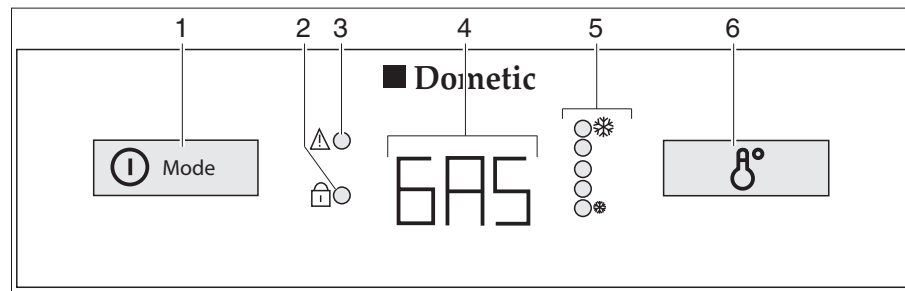

Bild 270 Reglage, knappar för kylskåpet (Dometic 8-serie med AES)
Vid störningar blinkar LED-indikatorn störning "⚠" (Bild 270,3).
Om 230 V-försörjningen **inte** är ansluten och fordonets motor är **avstängd**, väljer AES driftläget gasdrift. När gasdriften väljs öppnas tändsäkringen automatiskt så att gas kan strömma till brännaren. Samtidigt tillkopplas den elektroniska tändaren. Om gaslågan skulle slockna, t. ex. på grund av att det blåser, aktiveras tändaren direkt igen och tänder gasen. Vid störning i gasdriften blinkar texten "GAS" i driftindikeringen (Bild 270,4).
När kylskåpet sätts på väljs automatiskt en termostatinställning i mittläge. Denna inställning kan ändras manuellt med brytaren för temperaturinställning (Bild 270,6). LED-indikatorerna (Bild 270,5) visar den valda termostatinställningen. Med hjälp av denna knapp ställs kyltemperaturen in för alla tre energikällorna. Det tar alltid några timmar innan man har en normal drifttemperatur i kylskåpet. Om en omkoppling sker till en annan energikälla förändras termostatinställningen inte. Kyltemperaturen bibehålls oberoende av den valda energikällan.
- Tryck på strömbrytaren/energiväljaren (Bild 270,1) i två sekunder för att starta apparaten. Det senast valda driftläget visas i driftindikeringen (Bild 270,4).
- Välj energikälla med strömbrytaren/energiväljaren (Bild 270,1).
- Ställ in kyltemperaturen på väljaren för temperaturinställning (Bild 270,6). LED-indikatorerna (Bild 270,5) visar den valda termostatinställningen.
- Tryck på strömbrytaren/energiväljaren (Bild 270,1) i två sekunder. Alla indikeringarna slocknar.